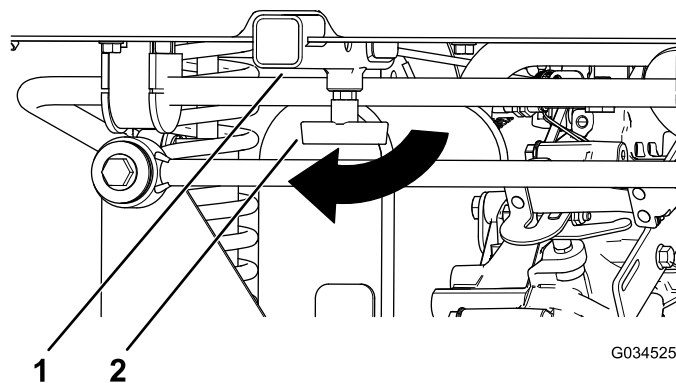

Figura 6
5. Allentate la maniglia a T sul tubo ricevente (Figura 6).